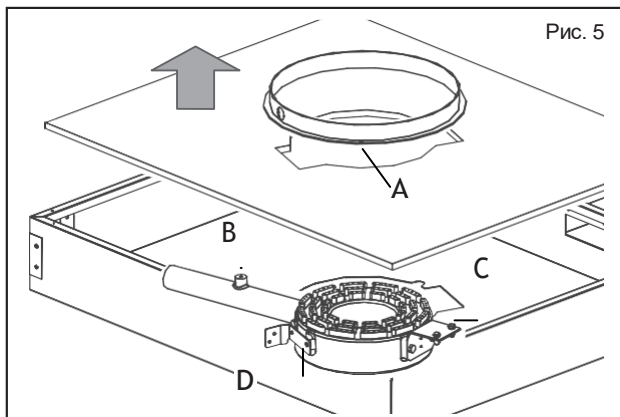

Рис. 5
Варочная поверхность 900: ослабьте крепежные винты теплопередающего кольца (рис. 5/А);
- снимите изоляцию и отвинтите горелку от камеры сгорания (рис.5/В+С);
- отвинтите опоры (рис.5/С+D) и прикрепите их к новой горелке;